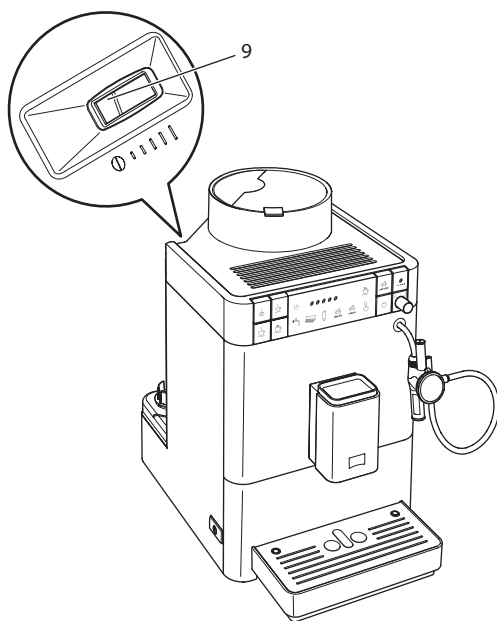

Fig. 13: Leva per la regolazione del grado di macinazione
- » Sul corpo della macchina diventa visibile la leva "regolazione del grado di macinazione" (9).
2. Spostare la leva verso sinistra o verso destra, come illustrato nella Fig. 13.